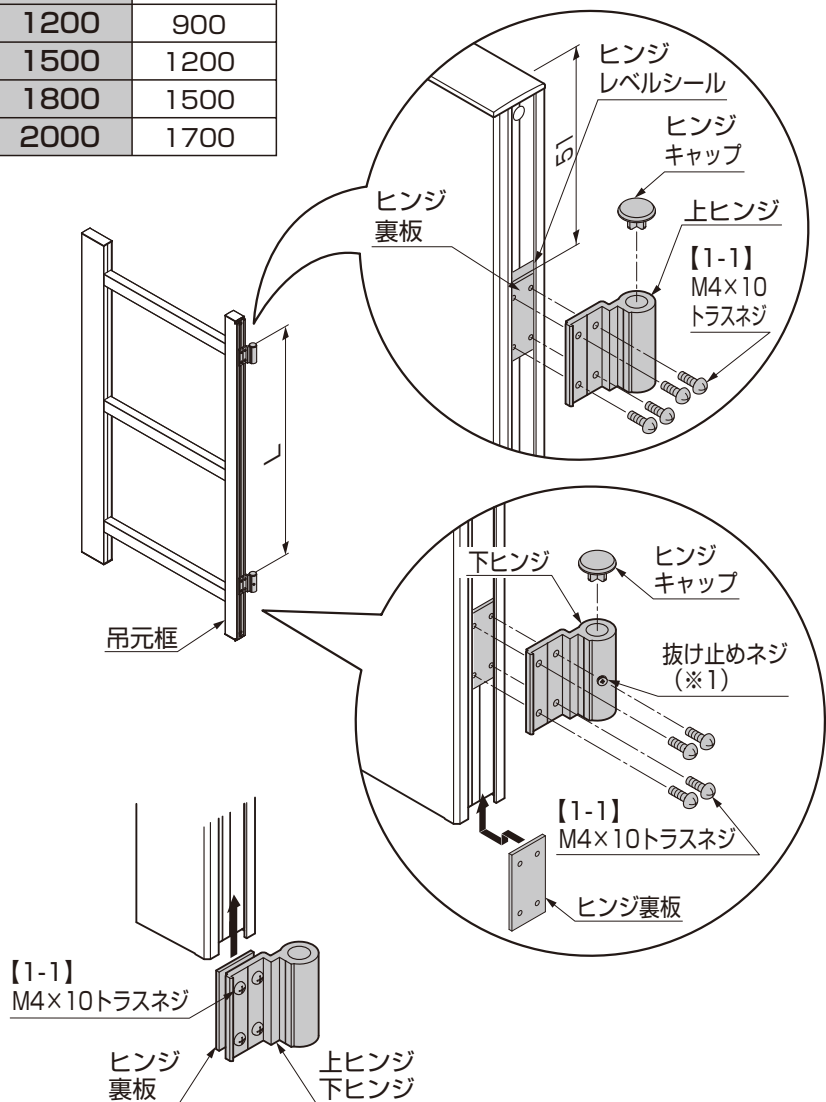

図6-1
- あらかじめヒンジに、ヒンジ裏板を仮組みした状態で吊元框にスライドさせ、取付けると簡単です。(図6-1参照)